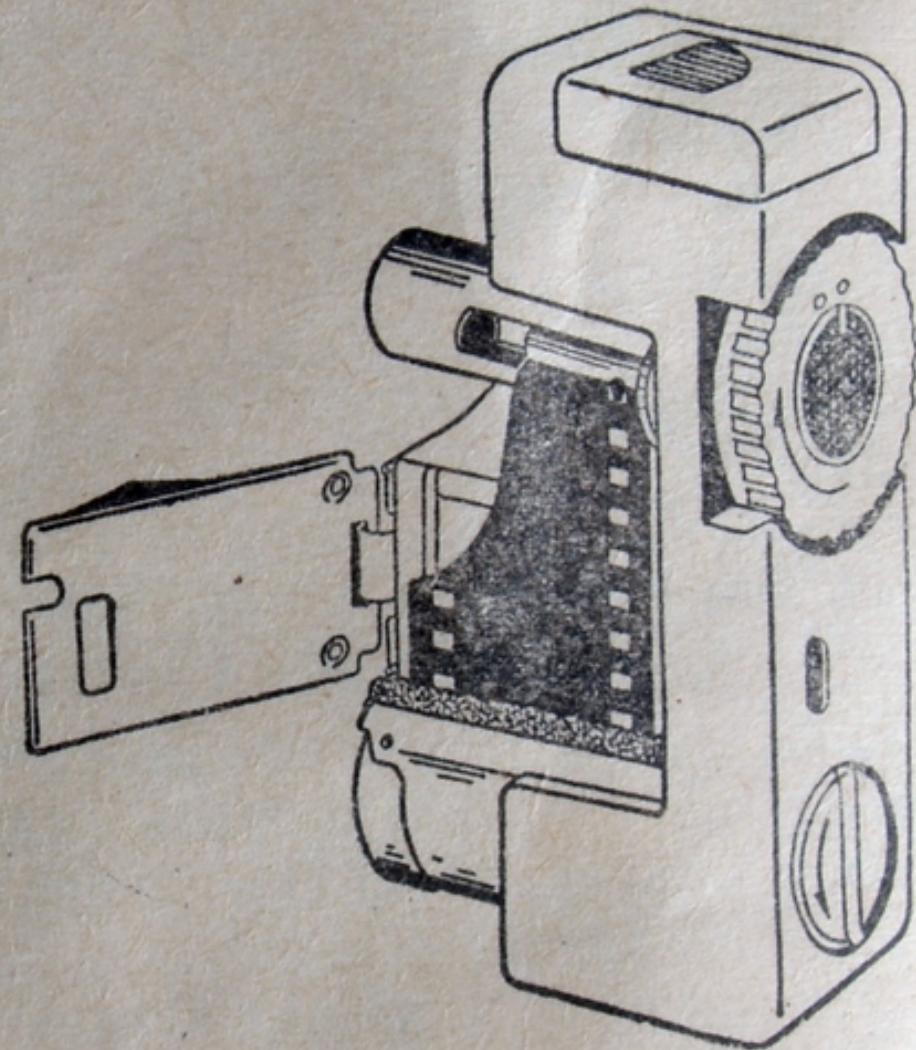

Рис. 6.
5.3. Открыть прижимной столик 19, установить кассету с фотопленкой в фотоаппарат. Вставить конец фотопленки в прорезь приемной катушки 16 так, чтобы он вышел через противоположную прорезь катушки. Убедиться в том, что фотопленка лежит на полозках филькового канала без перекосов, а зуб приемной катушки и зубья звездочки 15 входят в перфорации фотопленки (рис. 6).